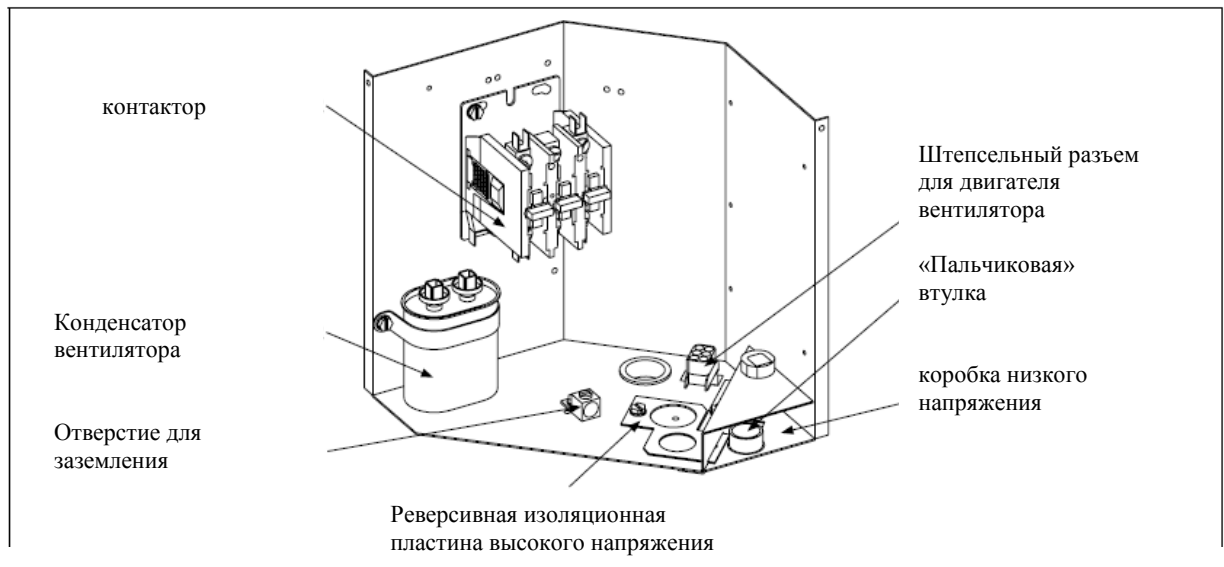

Рис. 3 – Блок управления наружной установки системы (Модели 036, 048 и 060)
На заводе - изготовителе устанавливается реверсивная пластина высокого напряжения для соединений 1/2" изоляционных трубок. Для 3/4" изоляционных трубок, удалите винт, удерживающий пластину на месте, и поменяйте положение отверстий. Для 1 " изоляционных трубок, снимите пластину и удалите ее. Вновь закрепите винт для поддержания целостности конструкции установки, независимо от того, какие трубы использовались для электропроводки. См. Рис. 3.
4. Выполнение электрических соединений облегчается наличием зажимных контактов на контакторе наружного блока. См. Рис. 3.
1. Протяните кабели низкого напряжения через «пальчиковую» втулку в распределительную коробку низкого напряжения. См. Рис. 3 и 4.